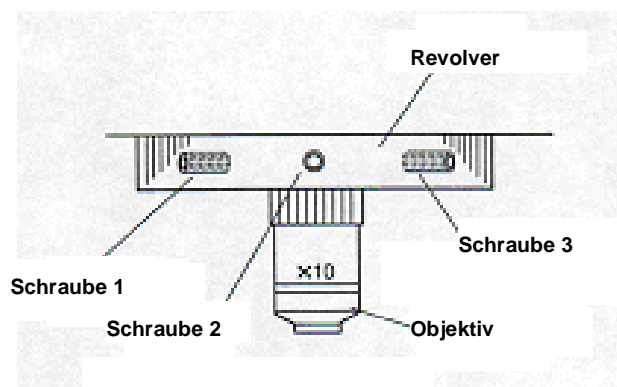

Abbildung 6-11 Schrauben einstellen
5. Mit der gedrückten Taste 'Papiervorschub' wird das Druckerpapier eingezogen. Wenn das Papier aus der Öffnung vollständig austritt, können Sie diese Taste los lassen. (siehe Bild 6-11)
Wenn der Eindruck außerhalb der Mitte des Sichtfeldes liegt, können Sie es nach der folgenden Anleitung einstellen. Siehe Abbildung 6-11.